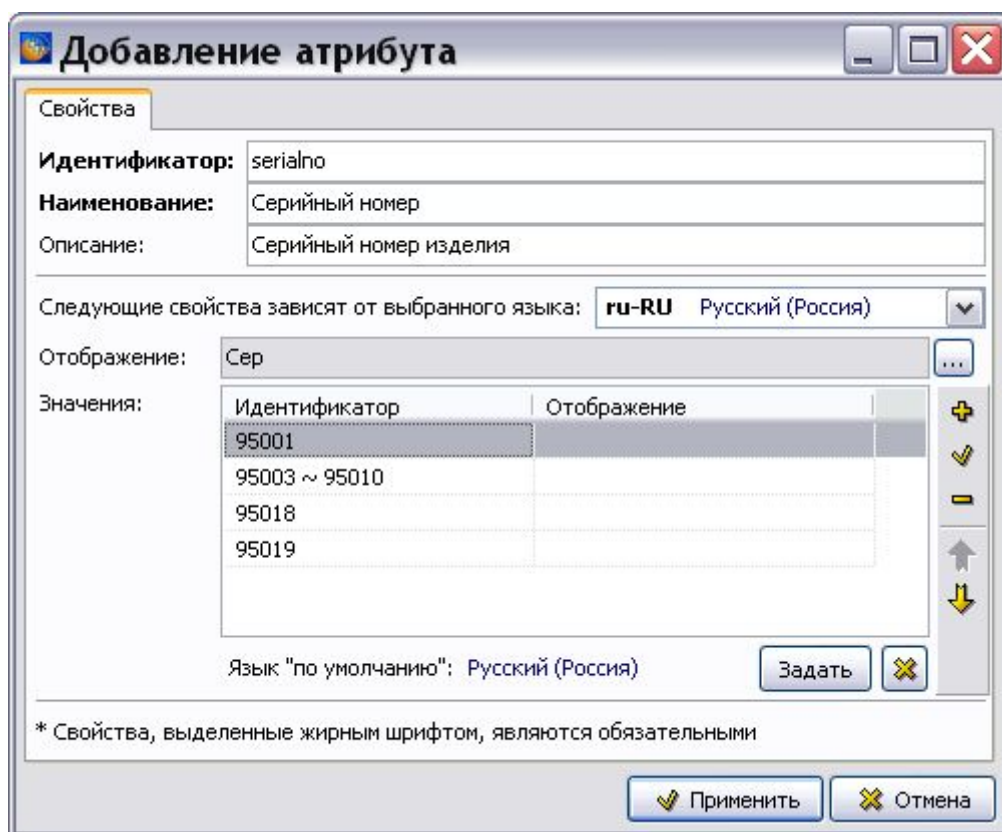

Рис. 2.134
7. Выберите тип значения – **Одиночное**. В поле **Идентификатор (начало)** введите значение атрибута, например «95001». При необходимости можно задать отображение значения атрибута на разных языках. При нажатии на кнопку  произойдет возврат в диалоговое окно **Добавление атрибута**. Введенное значение отобразится в области **Значения** (Рис. 2.134).
8. Нажмите на кнопку **Добавить значение (INS)**  на панели инструментов справа от области **Значения**. В диалоговом окне **Добавление значения** выберите тип значения – **Диапазон**. В поле **Идентификатор (начало)** введите первое значение задаваемого диапазона, например «95003». В поле **Идентификатор (конец)** введите последнее значение задаваемого диапазона, например «95010». Отображение на различных языках для диапазона значений недоступно. При нажатии на кнопку  произойдет возврат в диалоговое окно **Добавление атрибута**. Введенный диапазон значений отобразится в области **Значения** (Рис. 2.134).
Пример введенных параметров атрибута и значений атрибута показан на Рис. 2.134.